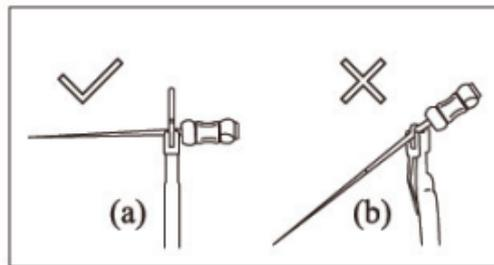

Figura 18
d) Fate riferimento alla figura 18 (a) per agganciare lo strumento canalare. Se lo farete come nella figura 18 (b), la forza applicata sarà inadeguata e non vi permetterà di misurare correttamente la lunghezza del canale radicolare.